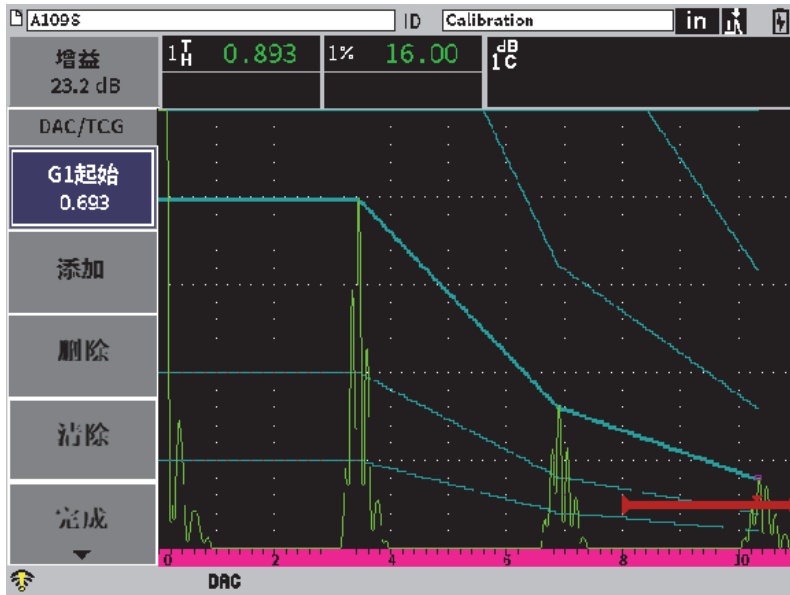

图 11-16 JIS曲线
4. 调整G1起始值，并使用**添加**按钮添加点，以创建所需的DAC曲线（参见第181页的图 11-16）。